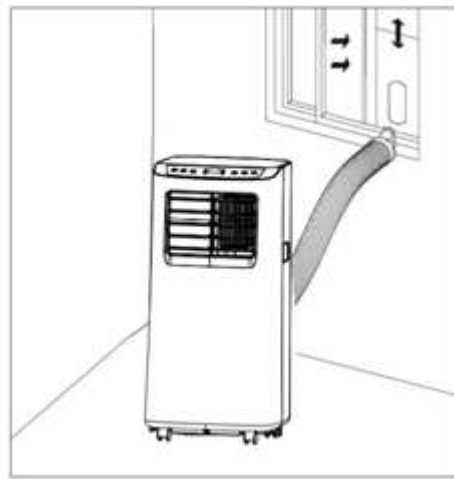
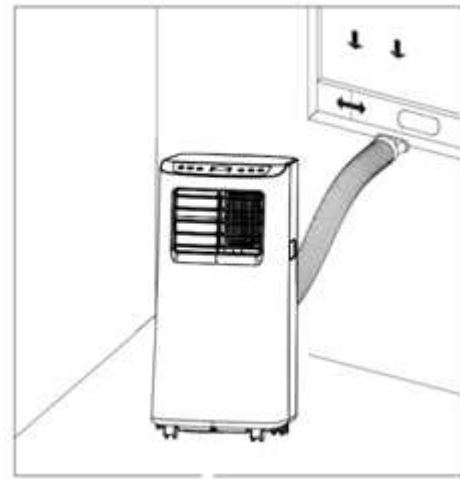

Abbildung 5
Abbildung 6
- 2) Verlängern Sie das Abluftrohr und lassen Sie das flache Ende der Abluftrohrverbindungen in dem Loch der Fensterdichtungsplatte einrasten (wie in Abb.5 und Abb.6 gezeigt).